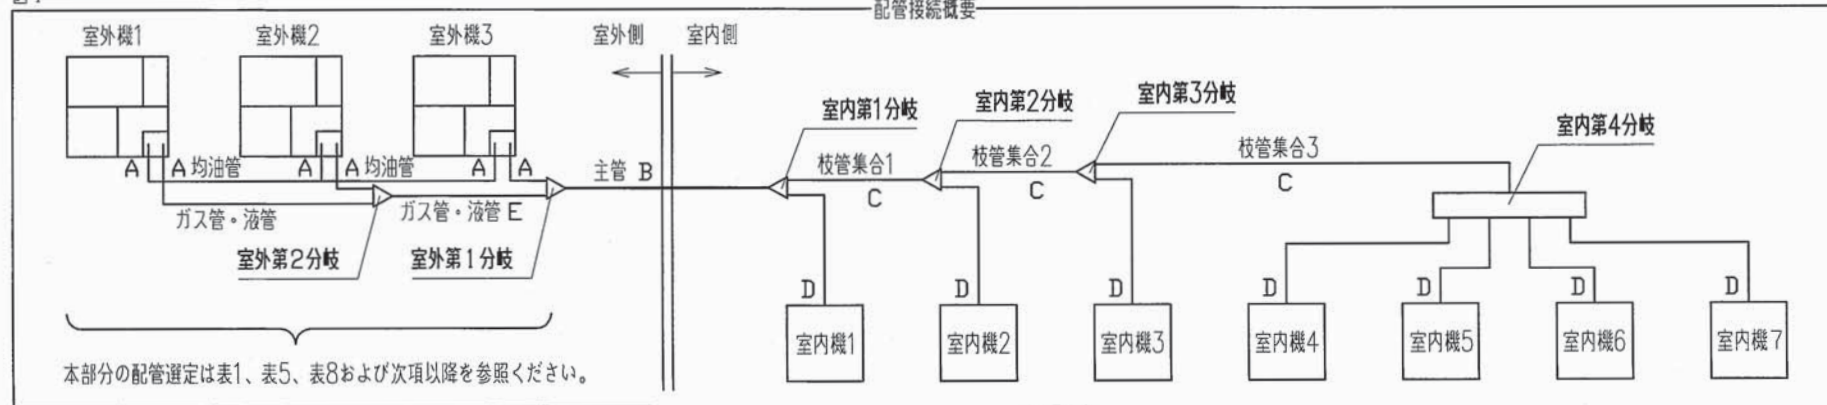

図1
(1) 室外機～室外機間の分岐管：図1のA部
(2) 主管(室外機間の分岐～室内側の第一分岐)：図1のB部
(3) 室内側の第一分岐～室内側分岐間：図1のC部
但し、主管(図1のB部)サイズを超えないでください。
(4) 室内側分岐～室内機間：図1のD部